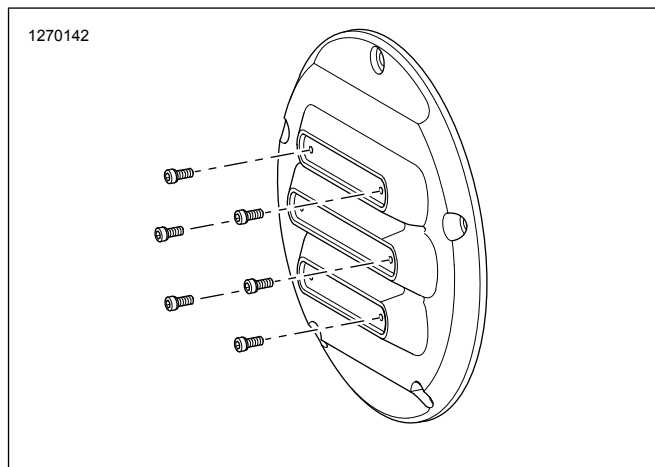

Figura 3. Parafusos decorativos
6. **Kits: Apenas para os modelos 25700768, 25700822, 25700825, 25700826:** consulte Figura 3. Instale os parafusos decorativos na tampa.